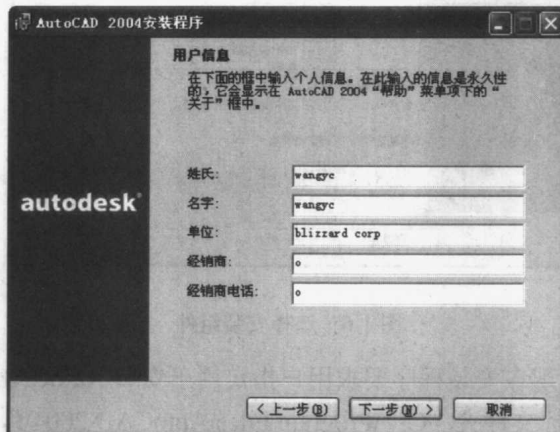

图 1-4 输入用户信息
7. 屏幕出现如图 1-4 所示的对话框, 要求输入用户的姓名、单位以及经销商的名称和电话。用户信息输入后, 单击“下一步”按钮进入下一步骤。